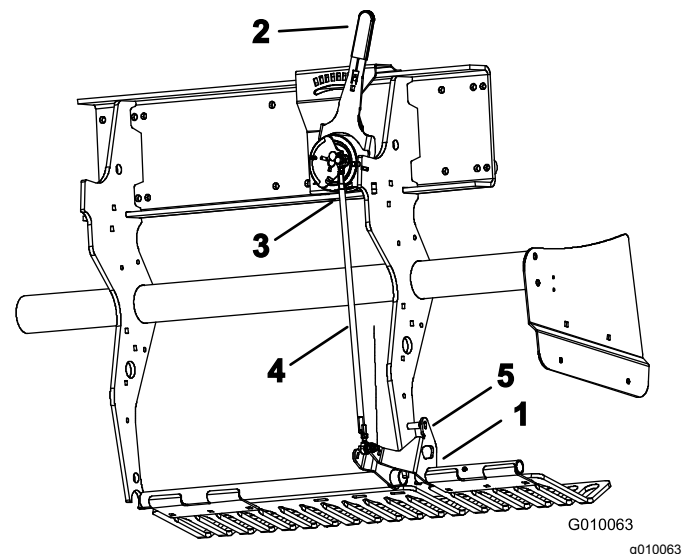

Figure 59
2. Tournez le support de fixation du protège-gazon gauche (Figure 59) jusqu'à ce que la goupille de sécurité (mèche ou vis de 5/16) puisse être introduite entre le support et le tube de réglage de profondeur soudé au cadre.
3. Placez le levier de réglage de profondeur d'aération (Figure 59) à la position « H » (profondeur maximale).
4. Débranchez le commutateur sphérique (Figure 59) du faisceau de câblage (commutateur d'abaissement de tête).
5. Desserrez les écrous de blocage (gauche et droit) sur la biellette de réglage de profondeur (Figure 59).